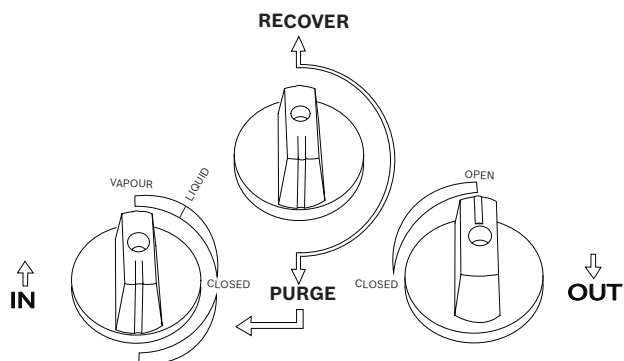

Fig. 3: Posizioni delle valvole per spurgare il refrigerante residuo
4. Collegare l'unità RG8.0 / RG4.0 all'impianto sottoposto a manutenzione facendo riferimento alla Fig. 3. Seguire l'ordine descritto di seguito. Utilizzare esclusivamente i tubi flessibili del refrigerante designati che soddisfino le norme locali. Si consiglia vivamente di utilizzare tubi flessibili muniti di valvole di intercettazione manuali a un'estremità: le presenti istruzioni sono scritte per tali tipi di tubi flessibili.